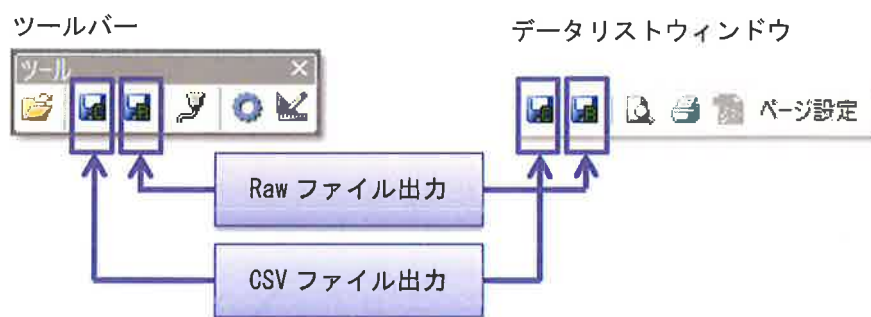

図 4.40 ファイル出力アイコン
- (1) ツールバーの[Raw ファイル出力]アイコンか[CSV ファイル出力]アイコン、または、データリストウィンドウの[Raw ファイル出力]アイコンか[CSV ファイル出力]アイコンをクリックします。（図 4.40）